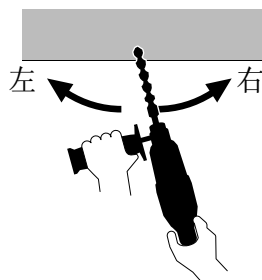

图 40
2. 当按下水平 LED 开关时，工具侧面的水平 LED 以下示颜色亮起或闪烁。（图 40）
- LED 水平功能检测与重力垂直的表面（如墙壁）的倾斜（图 40 上、下），但不能检测相对于表面的水平倾斜（图 40 左、右）。